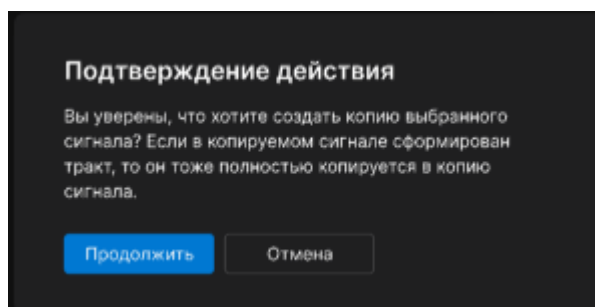

Рисунок 5.35 Окно «Подтверждение создания копии сигнала»
- 3 В появившемся диалоговом окне (Рисунок 5.35) подтвердить действие, нажав на кнопку «Продолжить».